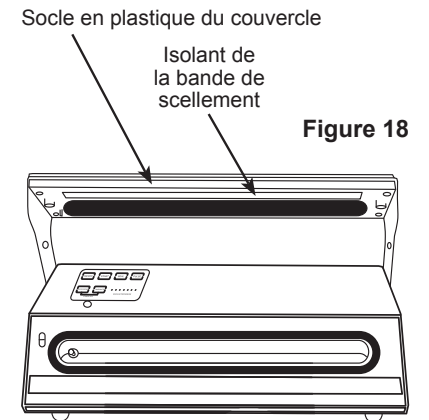

Figure 18
4. Gratter une extrémité du ruban qui recouvre l'élément chauffant de la bande de scellement jusqu'à ce qu'il se relève un peu (Figure 18). Saisir l'extrémité relevée, puis détacher lentement tout le ruban en l'enroulant sur lui-même.
5. Retirer la garniture de la gorge dans le socle en plastique du couvercle (Figure 18).